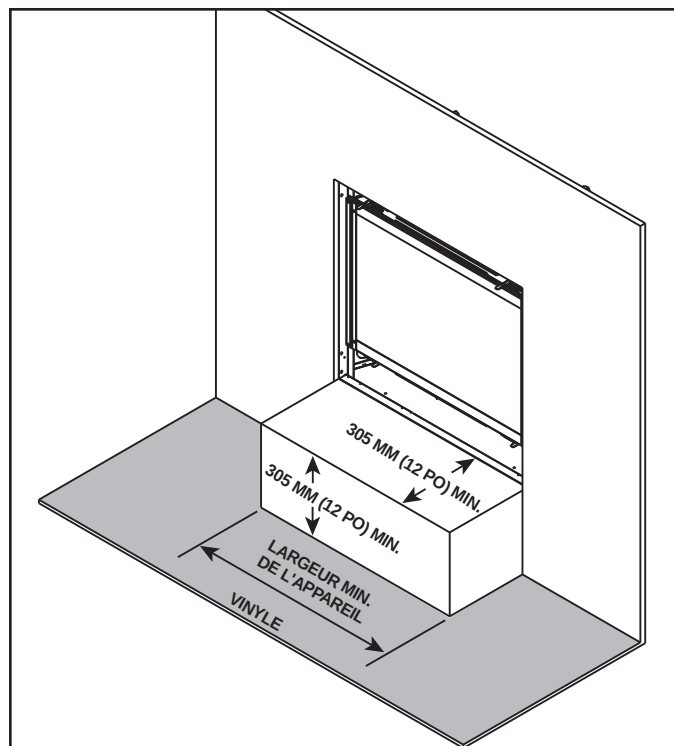

Figure 3.19 Recommandations pour les parements en vinyle
- Le plancher inflammable peut être situé devant l'appareil. Figure 3.19 Recommandations pour les parements en vinyle